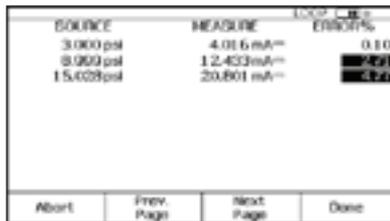

Figura 26.
- Una vez realizada esta evaluación, el DPC mostrará la pantalla de resumen de los resultados de la prueba con las columnas SOURCE, MEASURE y ERROR (Figura 26). Pulse "Done".